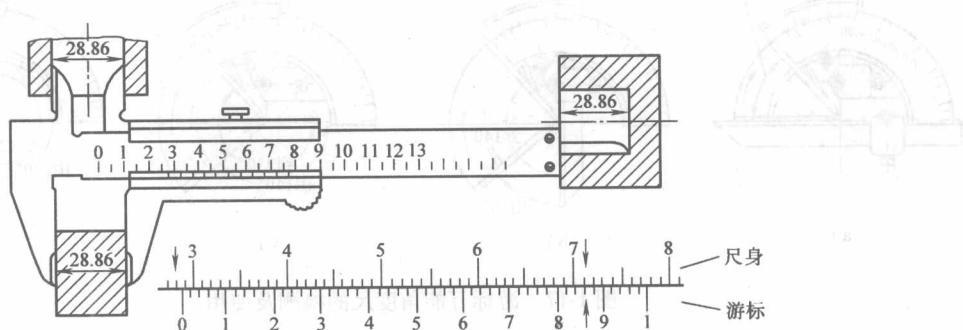

图 1-15 游标卡尺量值的读数
1) 读整数：游标零线左边尺身的第一条刻线是整数的毫米值，图 1-15 中为 28mm 。
2) 读小数: 在游标上找出哪一条刻线与尺身刻线对齐, 在对齐处从游标尺上读出毫米数的小数值, 图 1-15 中为 0.86mm。